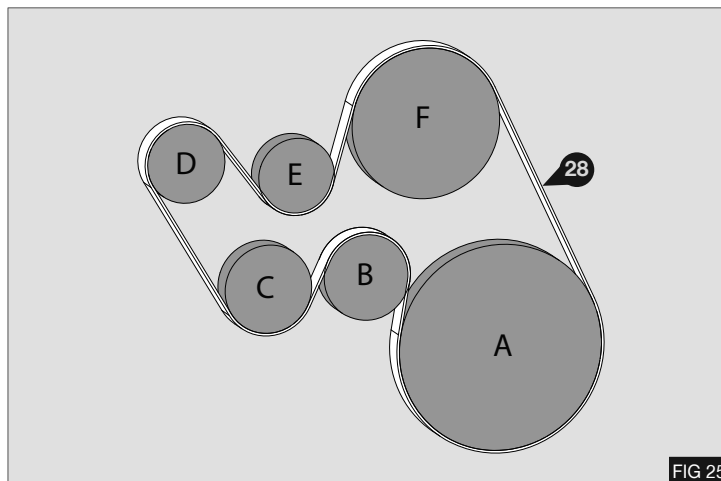

FIG 25
5. Inserire la cinghia di trasmissione (28) in dotazione e rimuovere il perno di blocco dal tendicinghia automatico (N) - Fig 25